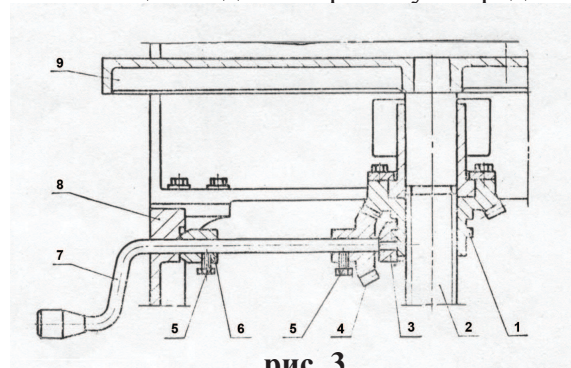

рис. 3
4.3 Общий вид стола рейсмуса представлен на рис. 3
4.8 Внутри корпуса установлен стол **9** (рис. 3) для рейсмусования, подъем или опускание которого для установки положения рейсмусования осуществляется ручкой регулирования **7** (рис. 3).